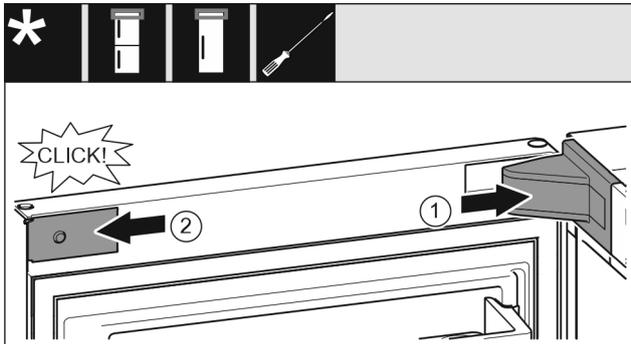

Fig. 35
- ▶ Lagerbockabdeckung aufsetzen und einrasten, ggf. vorsichtig auseinanderdrücken. *Fig. 35 (1)*
- ▶ Blende seitlich ansetzen und einrasten. *Fig. 35 (2)*